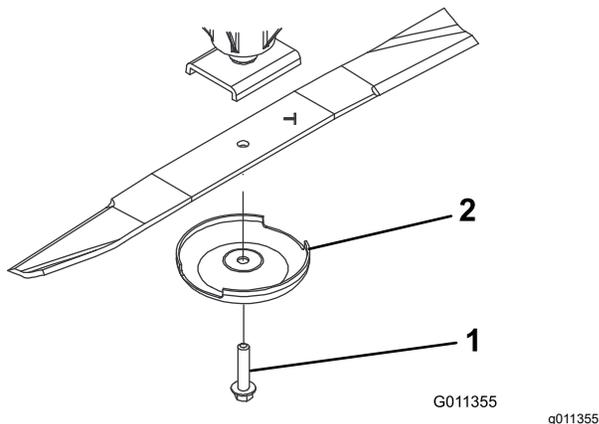

Figura 14
2. Afferrate l'estremità della lama con un cencio o un guanto bene imbottito. Togliete il bullone, la coppa antistrappo e la lama dall'asse del perno (Figura 14).
3. Montate la lama con la costa rivolta verso il piatto di taglio, servendovi della coppa antistrappo e del bullone della lama (Figura 14) Serrate il bullone della lama a 115–149 N·m.